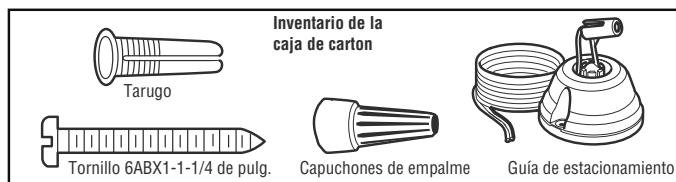

Figura 1
2. Determine el lugar de montaje en el techo y fije la guía de estacionamiento con el tarugo y el tornillo suministrados (Figura 1).